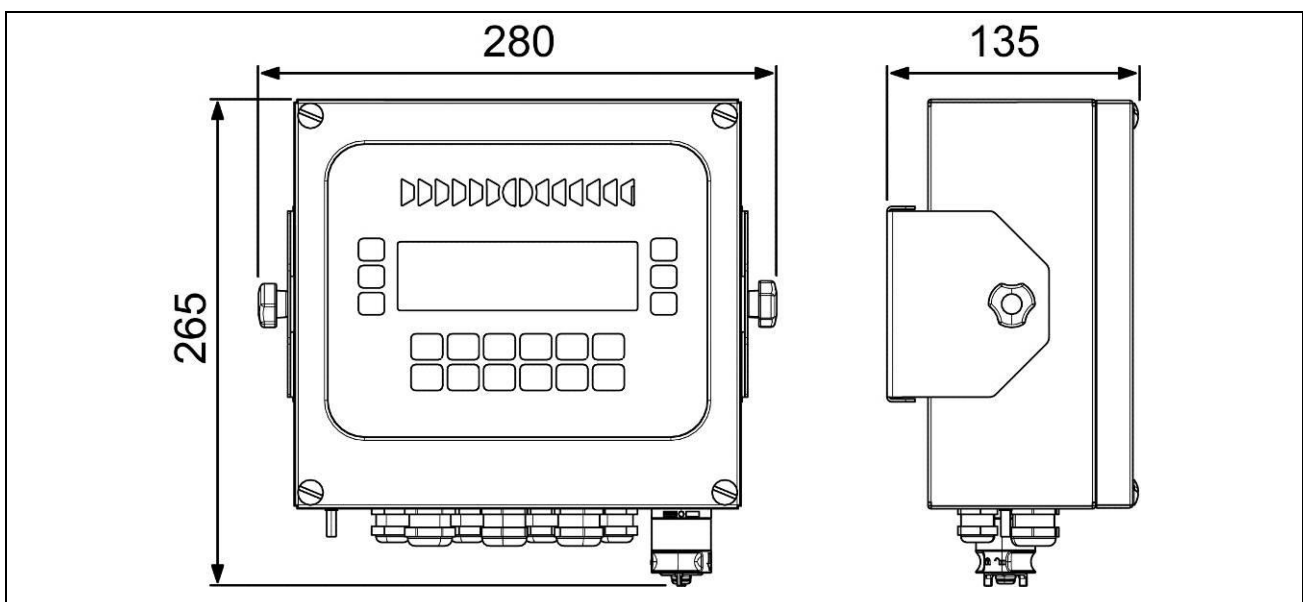

Abbildung 1.8-3 - Abmessungen des Wägeterminals in der Edelstahlausführung, Wandmontage
- Abmessungen (ausgedrückt in mm): siehe Abbildung 1.8.3.